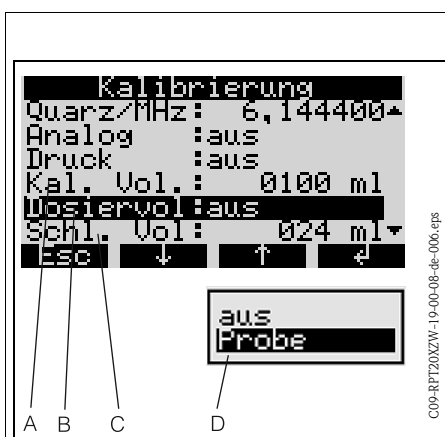

Abb. 19: Menüebene KALIBRIERUNG
|  <p style="text-align: center;">Abb. 18: Kalibrierung des Probenvolumens</p> | <ol style="list-style-type: none"> 1. Gerät einschalten (s. Kap. 6.2) 2. Entnahmeschlauch am Gerät anschließen und in einen gefüllten Wasservorratsbehälter legen (s. Kap. 3.3 und Kap. 3.4) 3. Den bereits installierten Pumpenschlauch aus der Schlauchdurchführung herausziehen (=> Abb. 18, Pos. A) und in den bereitgestellten Messbecher führen (=> Abb. 18, Pos. B). 4. Rufen Sie in der Steuerung des Gerätes die Menüebene KALIBRIERUNG auf (=> Abb. 19; über: SET - SERVICE - KALIBRIERUNG). 5. Geben Sie im Menüpunkt KAL.VOL. (=> Abb. 19, Pos. A) das gewünschte Kalibriervolumen ein. 6. Wählen Sie den Menüpunkt "DOSIERVOL" aus (=> Abb. 19, Pos. B). |
7. Starten Sie ein Probenahme, indem Sie aus der Auswahlliste (=> Abb. 19, Pos. D) die Funktion PROBE auswählen. Warten Sie, bis der Probenahmezyklus beendet ist.